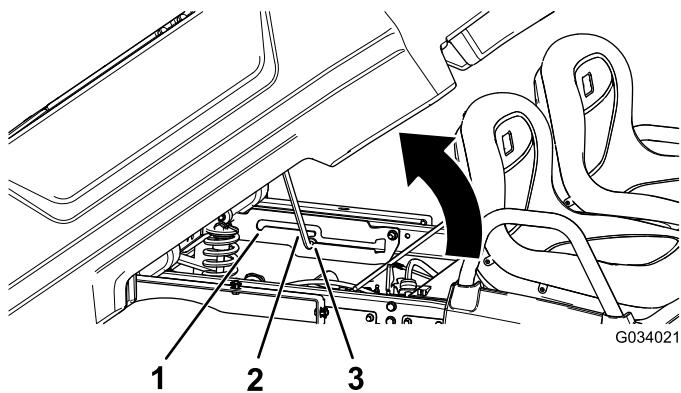

Figure 12
- Placez la béquille de maintien dans le cran de verrouillage pour bloquer le plateau en position déchargement (Figure 12).**
2. Placez la béquille de maintien dans le cran de verrouillage pour bloquer le plateau en position d'entretien (Figure 12).
2. Tirez la béquille hors de la fente de verrouillage (Figure 12).